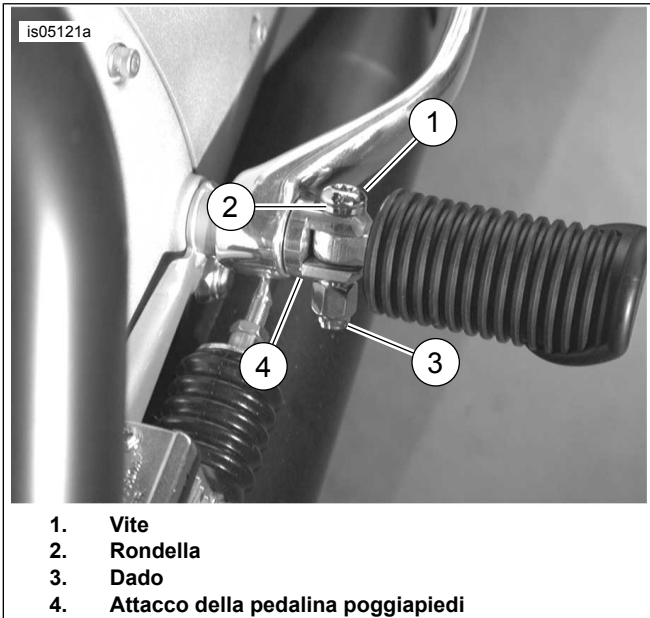

Figura 2. Installazione della vite della pedalina poggiapiedi
2. Figura 2 Installare la pedalina con la **nuova** rondella (2) e la vite (1).
3. Installare un **nuovo** dado (3). Serrare.